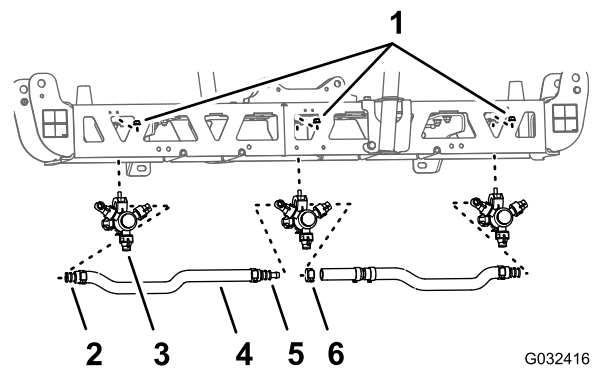
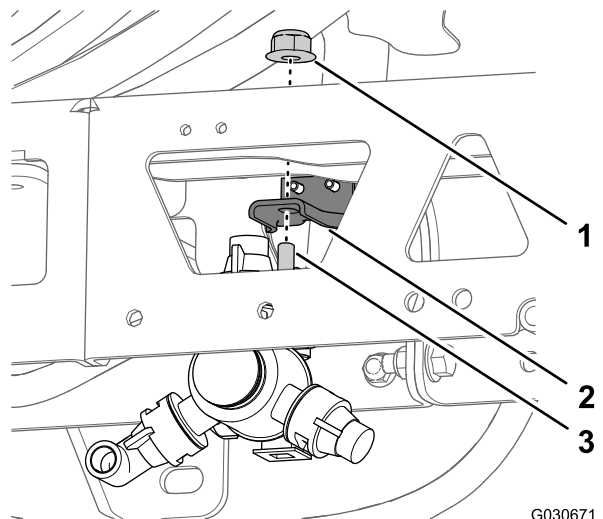

Figura 46
Figura 47
- Na secção de pulverização central, retire a porca de bloqueio flangeada que prende o bico do pulverizador à montagem do bico (**Figura 46** e **Figura 47**).
3. Retire o bico da secção de pulverização central (Figura 46 e Figura 47).
5. Retire os tubos (3/4 pol. de diâmetro interior), as hastes do tubo roscado, os grampos e a união em T estriada da secção de pulverização central (Figura 46).